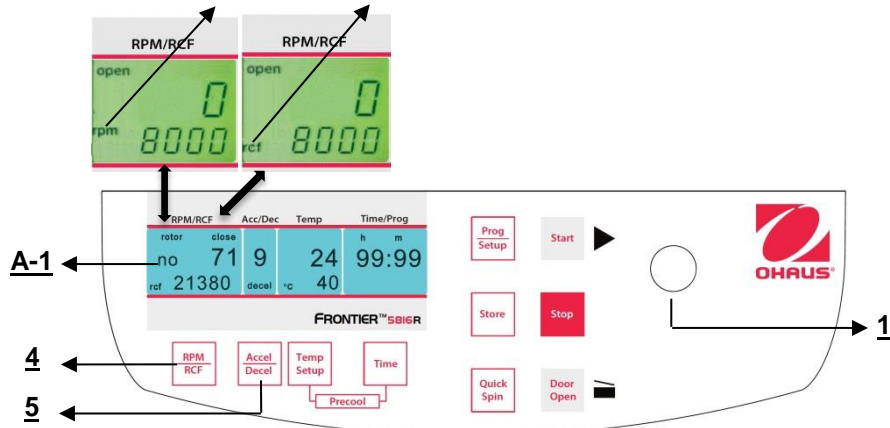

Figura 16
Questa preselezione è attivata mediante il tasto **"RPM | RCF"** (4) (fare riferimento alla figura 16 qui di seguito). Premendo una volta il tasto, la parola **"rpm"** (M5) lampeggia. Premendo due volte il tasto, è possibile selezionare la preselezione delle forze centrifughe. Poi compare la parola **"rcf"** (M6) lampeggiante. Si possono impostare i valori desiderati mediante la manopola di regolazione (1). Nel display (A-1), il valore regolato è visualizzato in permanenza, prima, durante e dopo **M5** zione: **M6**